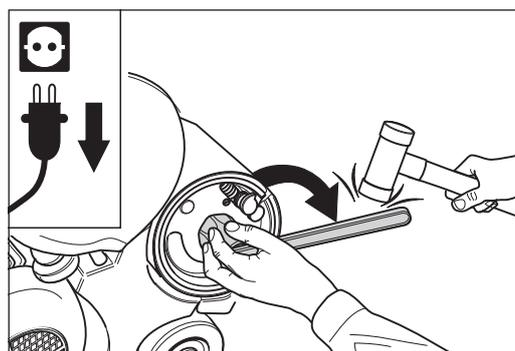

Abb. 68 Die Walzenmutter **im Uhrzeigersinn lösen (Linksgewinde)**, gegebenenfalls mit einem gedämpften Schlag. **Niemals einen Stahlhammer benutzen!**
- 6 Setzen Sie den Walzenschlüssel (siehe Werkzeugtasche) auf die Mutter an der Schleifwalze. Drehen Sie die Mutter **im Uhrzeigersinn (Linksgewinde)** von der Schleifwelle (Abb. 68)! Nehmen Sie gegebenenfalls einen Schonhammer zu Hilfe. **Benutzen Sie niemals einen Stahlhammer!**